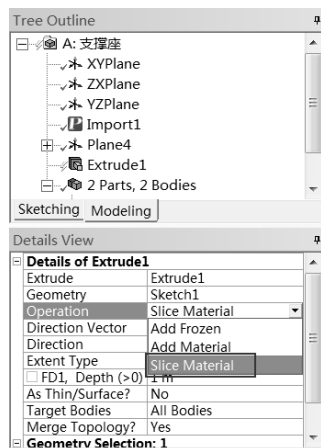

图 5-131 选择操作方式
Step7 :在 Details View 栏的 Operation 项中选择 Slice Material 选项 ,如图 5-131 所示。